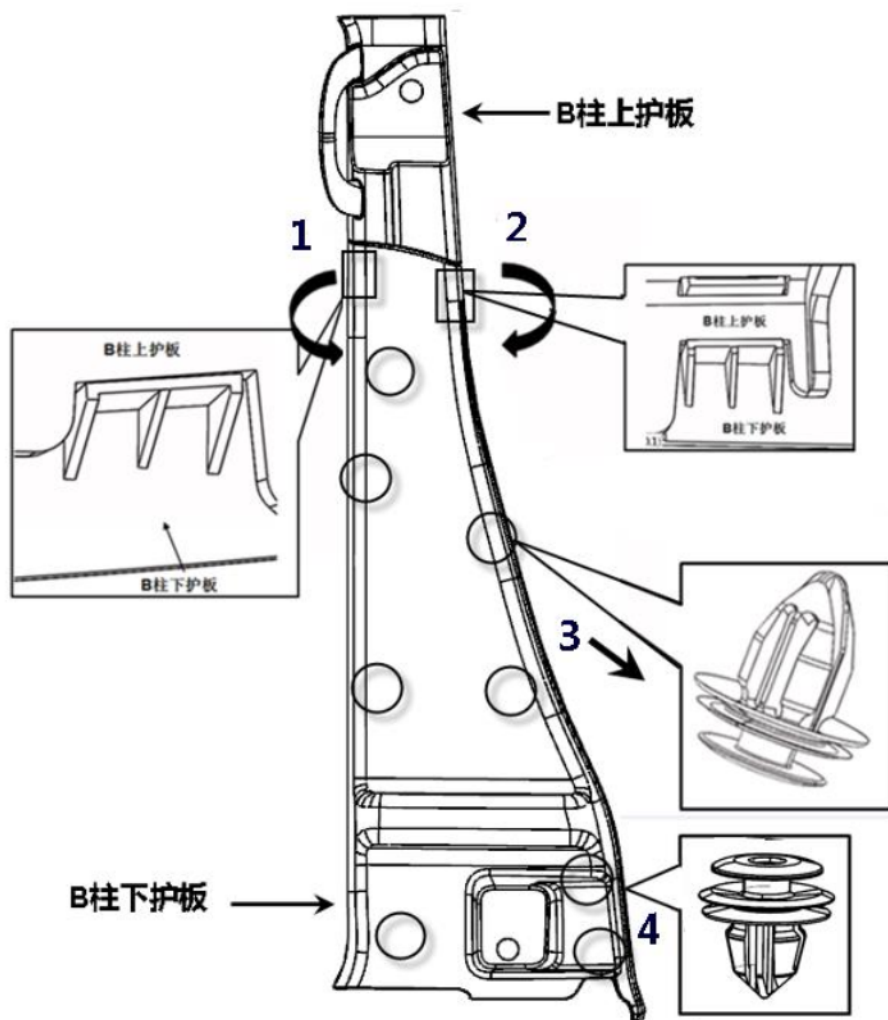

图1-17-4 B柱下护板的拆卸
- (1) 先拆掉安全带安装点，再使用缠有保护胶带的一字螺丝刀在图 1-17-4 卡角处 1，向外撬起 B 柱下护板，在向后移动，使卡脚 1 脱离 B 柱上护板。
- (2) 使用缠有保护胶带的一字螺丝刀或双手朝箭头方向在图 1-17-4 卡角处 2，向外撬起 B 柱下护板，在向后移动，使卡脚 2 脱离 B 柱上护板。
- (3) 使用缠有保护胶带的一字螺丝刀在图 1-17-4 卡扣处沿与钣金垂直的方向往外撬出或双手朝箭头方向拉护板使护板安装点与钣金分离，共 8 个。沿着箭头方向 3 即可拿下 B 柱下护板。